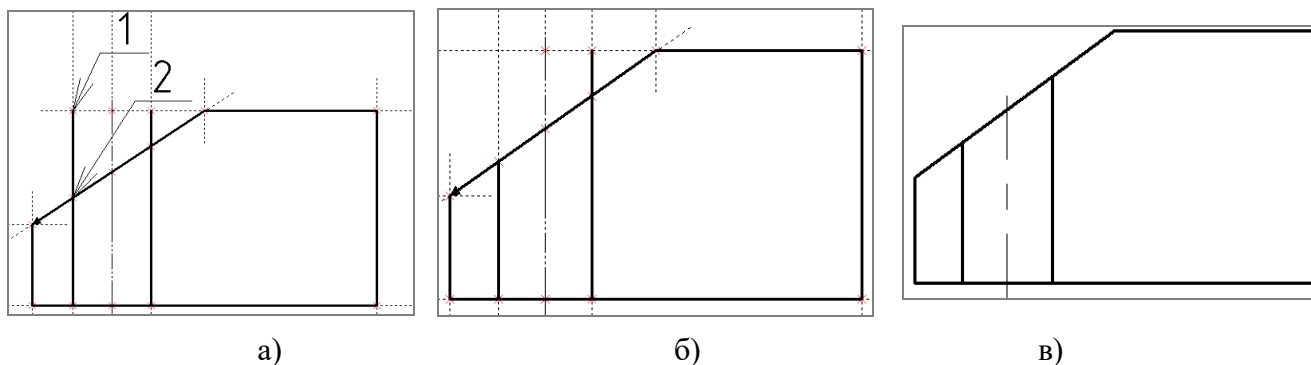

Рисунок 11 – Порядок замены узлов
2.1.7 Постройте узлы на пересечении 2D пути с линиями построения. Порядок выполнения: вызвать команду «» (Построить|Узел), выбрать опцию «», указать на 2D путь, а потом указать линию построения (рисунок 11а).
2.1.8 Замените узлы выступающих линий изображения на узлы, находящиеся на пересечении 2D пути с вертикальными прямыми. Порядок выполнения: вызвать команду «» (Правка|Заменить), выбрать узел (1), указать на узел (2) и нажать на опцию «». Результат выполнения команды показан на рисунке 11б). Выполните аналогичные действия с другими узлами, для изменения параметрических связей чертежа (рисунок 11в).